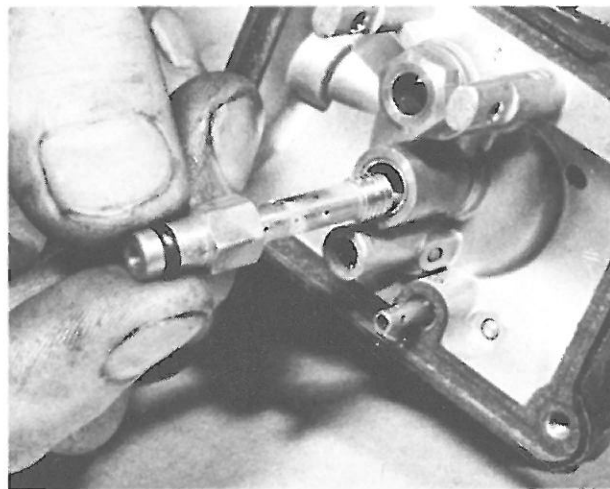

Bild 146
- Je nach verwendetem Vergasertyp ist die Nadeldüse mit Nadeldüsenträger entweder ein einziges Bauteil, das (konzentrisch zum Gasschieber) von unten her in die Mischkammer eingeschraubt ist (wie in Bild 146), oder aber der Düsenträger ist von oben her in den Boden der Mischkammer eingeschraubt, und nur die getrennte Nadeldüse ist von unten her in den Düsenträger montiert. Die Nadeldüse ist in beiden Fällen starkem Verschleiss ausgesetzt, weil nahezu der gesamte vom Motor benötigte Kraftstoff sie durchfließt. Sie sollte erneuert werden, wenn der Kraftstoffverbrauch übermässig hoch erscheint.